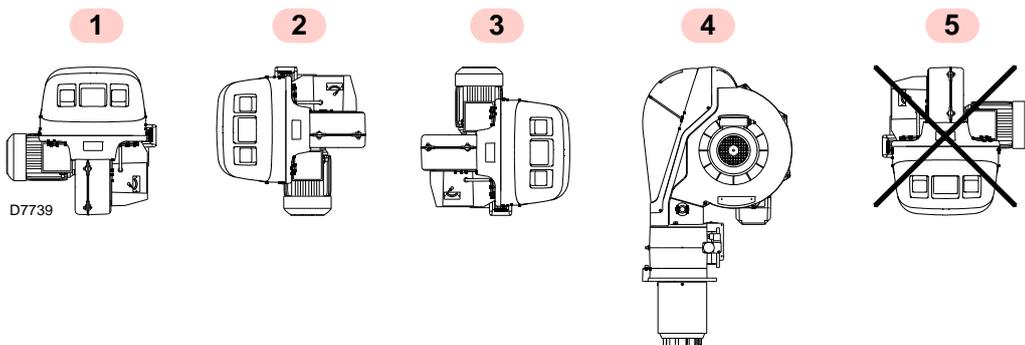

Abb. 12
- Der Brenner kann ausschließlich in den Stellungen **1, 2, 3** und **4** (Abb. 12) betrieben werden.